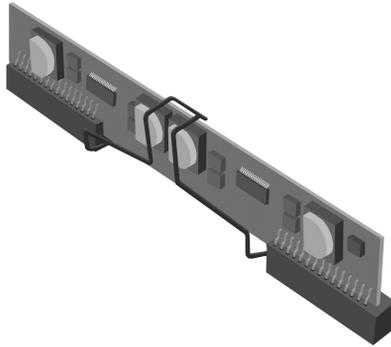

FIGURE 4-27 Retrait du clip métallique
- La version mise à jour du serveur implémente des clips en fil métallique qui fixent les VRM de CPU, à la fois sur la carte mère et sur la carte CPU auxiliaire (voir FIGURE 4-27). La version originale du serveur n'a pas de clips de ce type.
7. (*Version mise à jour du serveur Sun Fire V40z uniquement*) Retirez le clip en fil métallique qui maintient le VRM de CPU (voir FIGURE 4-27).
7. (*Version mise à jour du serveur Sun Fire V40z uniquement*) Retirez le clip métallique qui fixe le VRM de CPU (voir FIGURE 4-27).